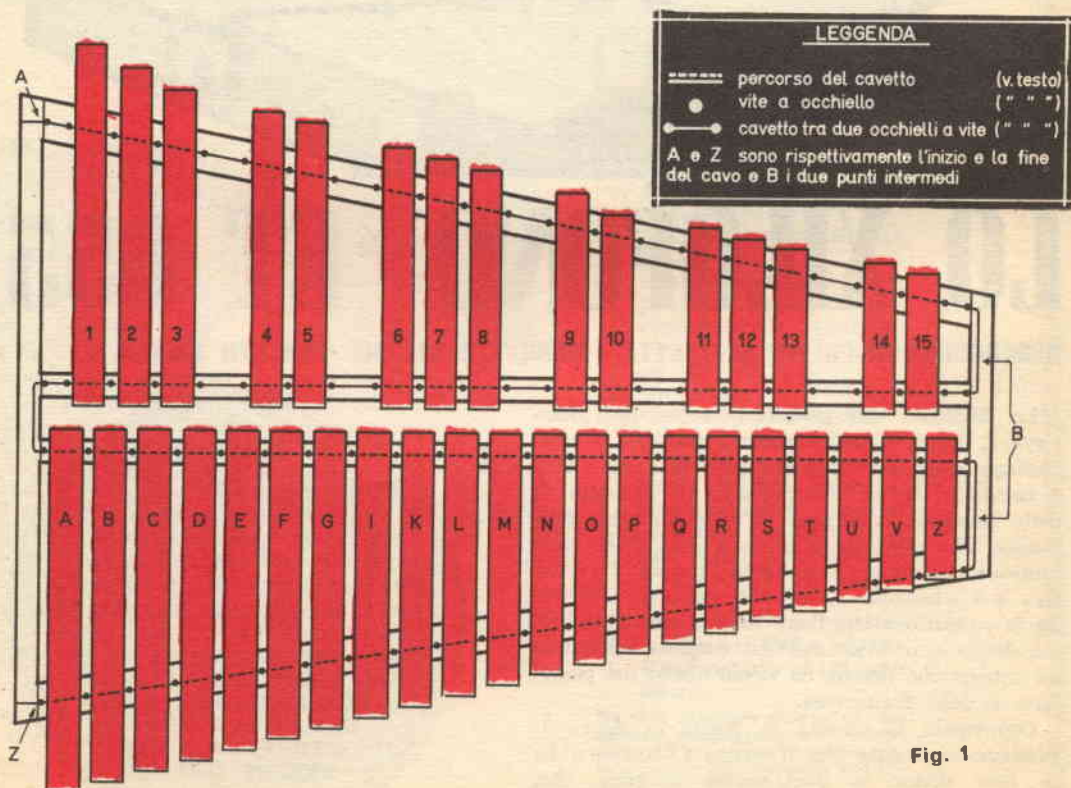

Fig. 1
e, con una matita bene appuntita, segneremo il punto dove avviteremo in seguito l'apposito occhiello a vite (fig. 1: ogni punto nero equivale ad un occhiello). Ad operazione ultimata, avremo segnati 90 punti nei quali, tolte le barrette, avvieremo provvisoriamente altrettanti occhielli a vite.
- 2) Costruitici i due martelletti visibili nelle fotografie mediante due tondini di legno alla cui estremità fissaremo due palline di legno del diametro di circa cm 3,5, cominceremo, battendo ogni nota a cominciare dalla prima (A della II serie in basso di fig. 1), a verificare se ogni sbarretta dà il suono voluto e indicato nelle tabelle A e B e che l'amico musicista ripeterà col suo strumento.
riverà alla nota A (FA naturale) senza mai interrompere la corda stessa e procedendo in questo modo (v. fig. 1).